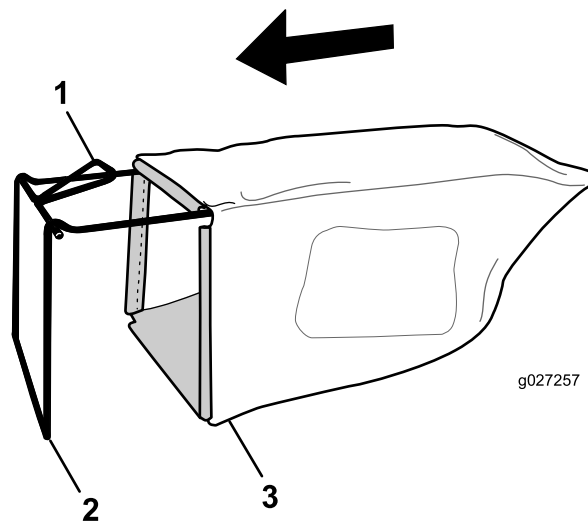

Рисунок 9
1. Установите мешок для травы на раму, как показано на Рисунок 9.
Примечание: Не надевайте мешок на ручку (Рисунок 9).